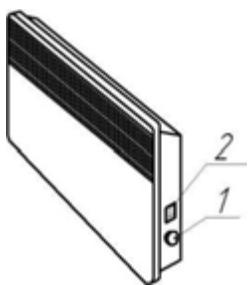

Рис.6 Розміщення органів керування конвекторів (IP20)
5.7 Переведіть клавішу вимикача (клавіші ступінчастого регулятора потужності) у відключене положення «0», ручку термостата встановіть в положення «**» (сполучіть знак «**» на ручці з міткою на корпусі конвектора або блоку керування). Конвектор готовий до роботи (розташування органів керування конвектором наведене на рис. 6, 7).